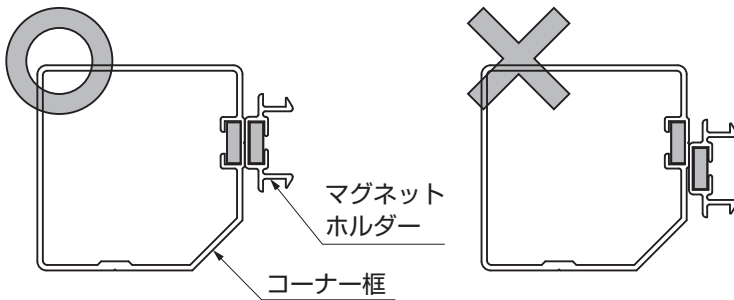
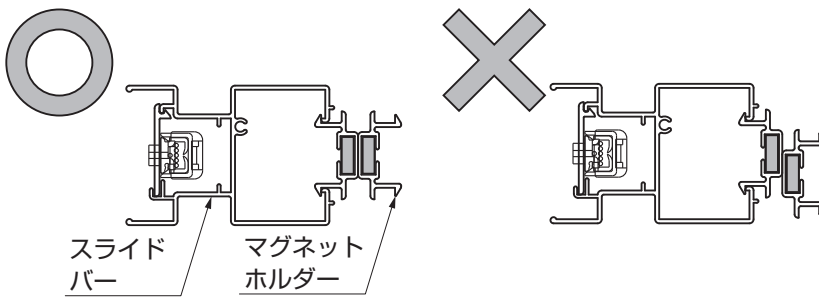
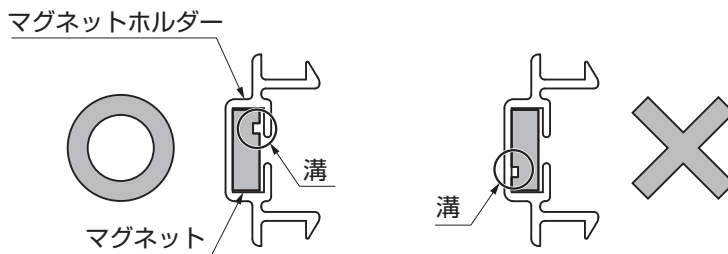
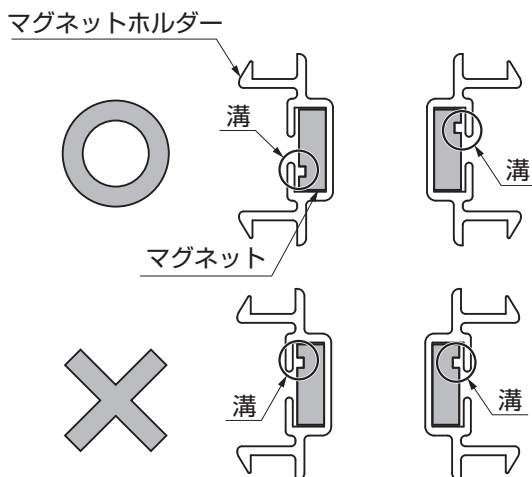

図14-1 片引きの場合
図14-2 引き分けの場合
図14-3 片引きの場合
図14-4 引き分けの場合
- 図14-1、図14-2のようにマグネットホルダーがズれて固定される場合は、マグネットの溝を図14-3、図14-4の通りにしてください。